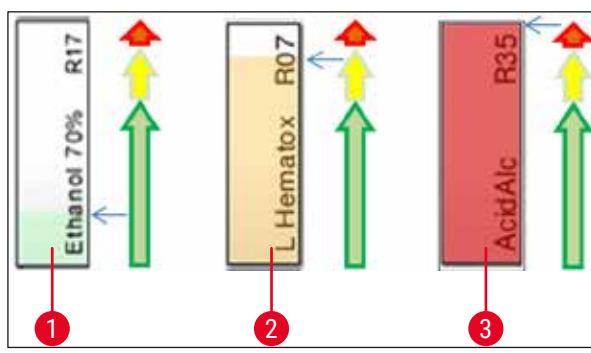

Fig. 72
- Bakgrunnsfarge (→ "Fig. 72")
- Bakgrunnsfargen viser forbruksstatusen for reagensen (→ "Fig. 72"). Etterhvert som reagensen forbrukes, stiger fargestolpen fra bunnen til toppen og endrer farge i samsvar med forbruksstatusen.